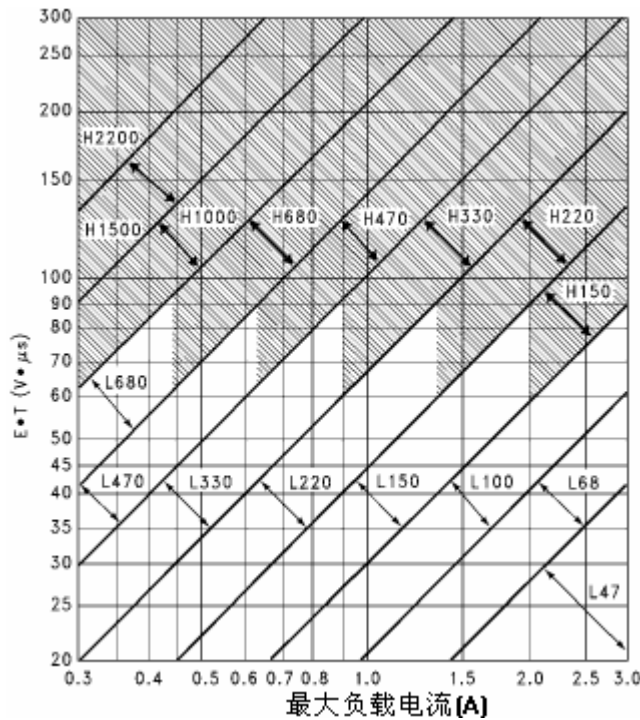

图 8.HYM2576(HV)-ADJ
- B. 从上面的公式计算出 $E \bullet T$ 值, 然后在图 8 的纵轴上找到对应的数值。